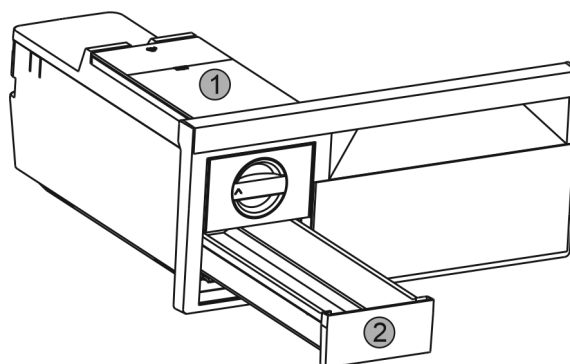

Fig. 53
- ▶ Watertank Fig. 53 (1) en ijsblokjeslade Fig. 53 (2) verwijderen.